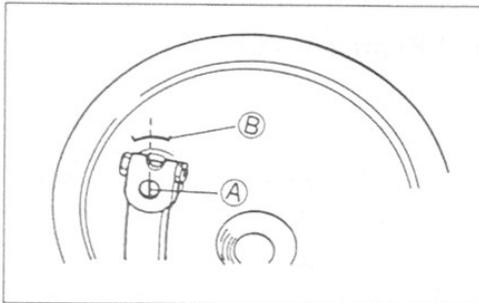

Bild 42
- Bremssattel-Befestigungsschrauben (Bild 42) ausdrehen und Bremssattel abnehmen.